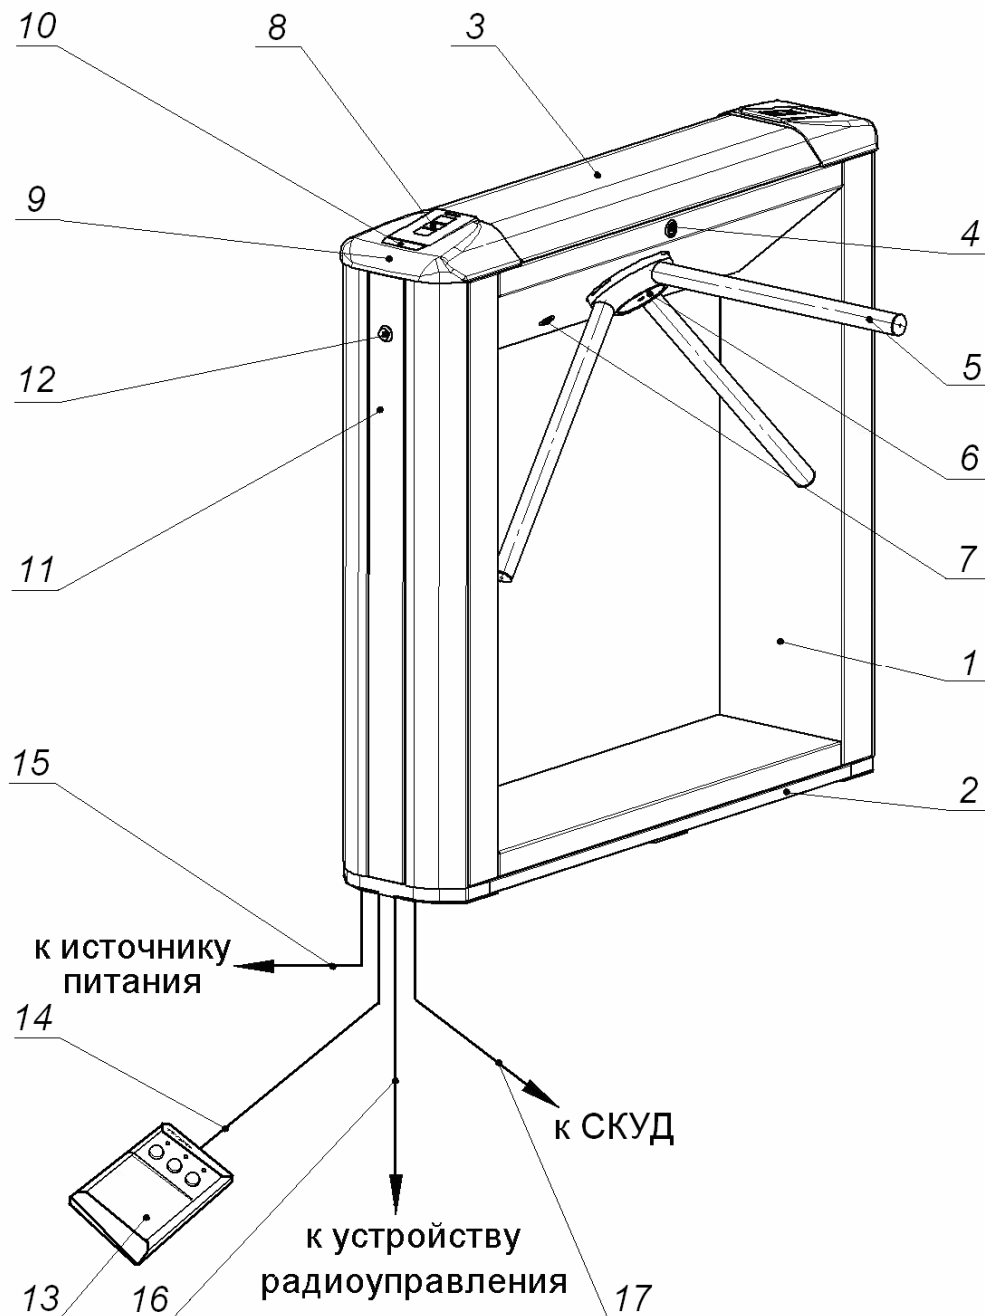

Рисунок 2 Общий вид турникета
5.2.1 Общий вид турникета показан на рис. 2. Номера позиций в тексте руководства указаны в соответствии с рис. 2, кроме случаев указанных особо.